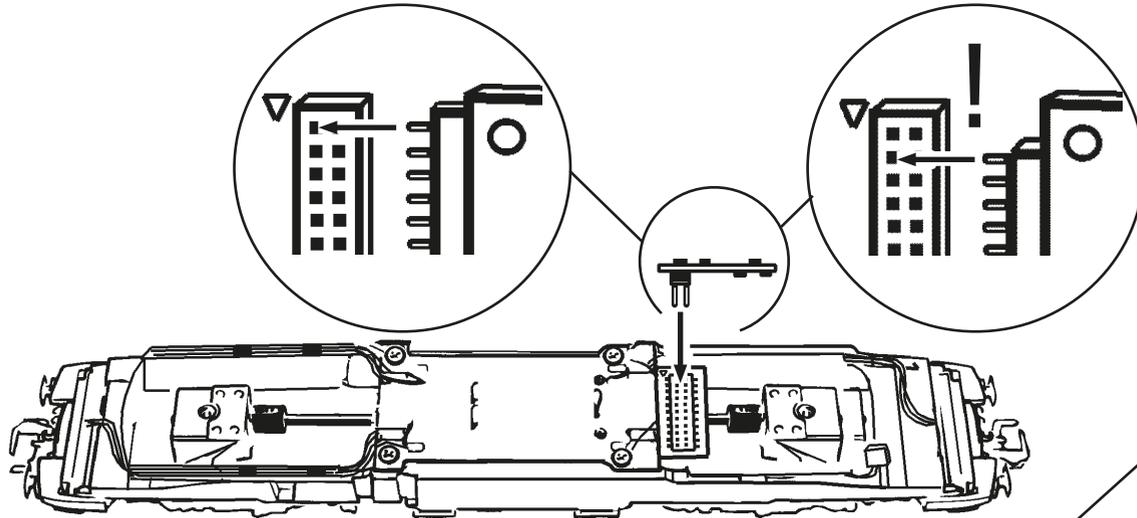
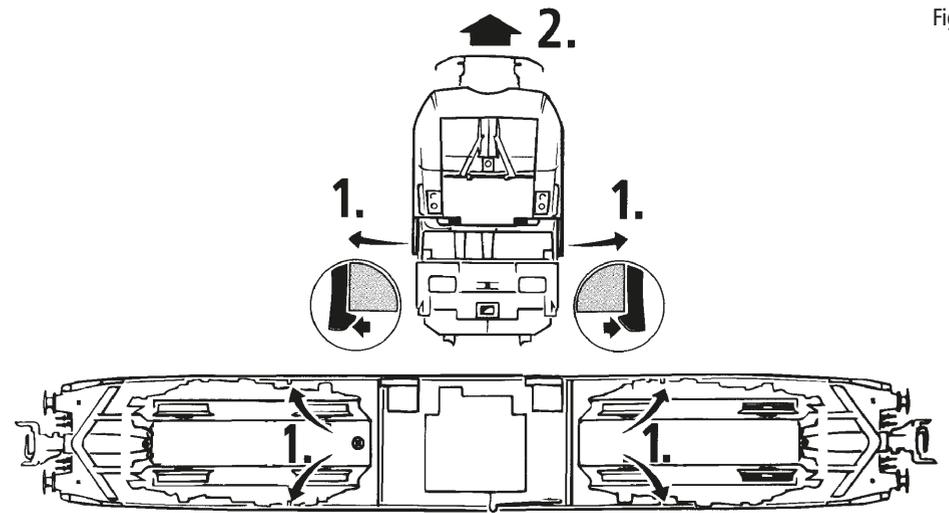

Fig. 8
Fig. 4
**1. Reinigung der Radstromkontakte:** Radstromkontakte können auf unsauberen Schienen leicht verschmutzen. Entfernen Sie **vorsichtig** mit einem kleinen Pinsel **den Schmutz** an den in Fig. 4 gekennzeichneten Stellen. Dazu zuerst den Getriebedeckel abnehmen (Fig. 8).
**3. Haftreifenwechsel:** Zuerst den Getriebedeckel abnehmen (Fig. 8). Danach den **Radsatz** herausnehmen und die **Haftreifen** mit einer Nadel od. mit einem feinen Schraubendreher abziehen (Fig. 8). Beim Aufziehen der neuen Haftreifen darauf achten, dass diese sich nicht verdrehen.
**1. Cleaning of wheel contacts:** Wheel contacts easily get dirty on tracks which are not entirely clean. Use a small brush to **remove dirt** from spots marked in fig. 4. Prior to cleaning the contacts dismantle the bogie (fig. 8).
**3. Change of traction tyre:** Remove the gear cover (fig. 8). Take out **wheel set** and remove **traction tyre** using a pin or a fine screwdriver (fig. 8). When pressing on the new traction tyre please **avoid twisting it**.
**1. Nettoyage des lames de courant aux roues:** Les lames de contacts risquent de s'encrasser rapidement sur des voies poussiéreuses. Veuillez **enlever la poussière** aux endroits marqués à la fig. 6 à l'aide d'un petit pinceau souple. A ces fins démontez d'abord le bogie (fig. 4).
**3. Échange des bandages d'adhérence:** Démontez d'abord le **couverture du carter** des engrenages (fig. 8). Délogez ensuite les essieux bandagés et enlevez, à l'aide d'une aiguille ou d'un tourne-vis fin, les bandages d'adhérence (fig. 8). Lors du montage des nouveaux bandages veuillez veiller à ce que les bandages **ne soient pas tor-dués**.
Fig. 4 a